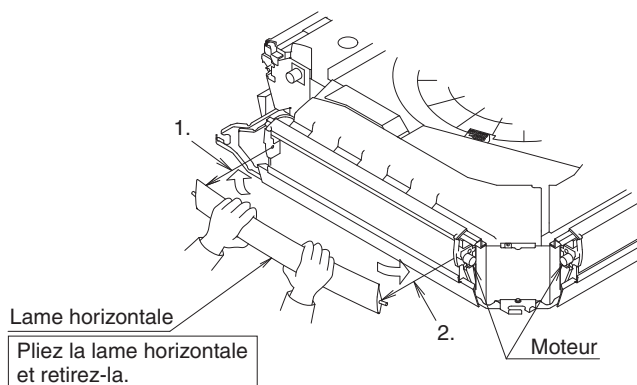

Fig. 10
(1) Retirez la lame horizontale de la sortie d'air bloquée. (Reportez-vous à la Fig. 10 et Fig. 11)